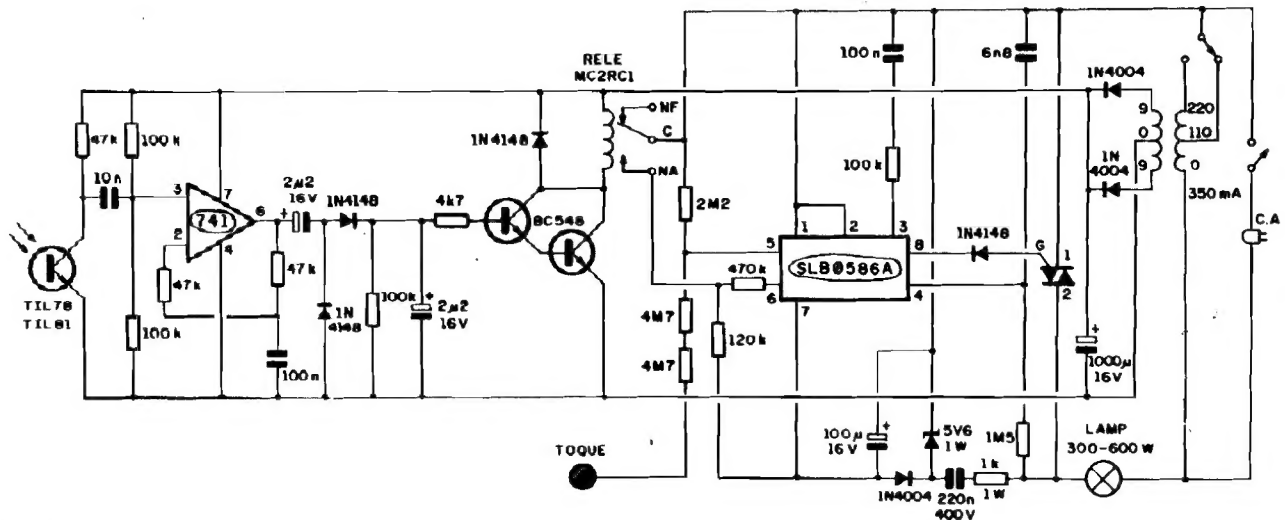

Fig.2
ser aproveitado o desenho básico do cobreado, conforme publicado na fig. 2 - pág. 40 - APE 44..." - Paulo Manoel Del Corso - Taguatinga - DF
- FIG. 2 - DIAGRAMA DO CIRCUITO - RECEPTOR E MÓDU-